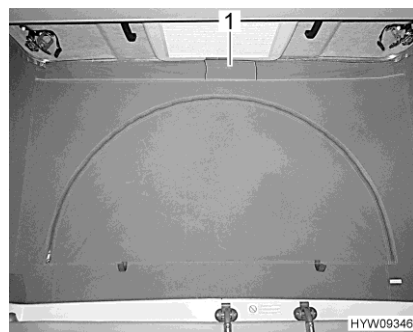

Fig. 21 Aération (fermée)
- Détacher la bande velcro du pan d'étoffe (Fig. 21,1) sous le toit relevable. Un grillage de protection contre les insectes est installé derrière le pan d'étoffe.